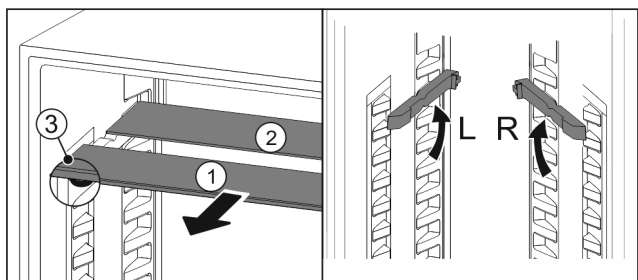

Fig. 131
- ▶ Skleněné desky jednotlivě vytáhněte dopředu Fig. 131 (1).
- ▷ Skleněná deska Fig. 131 (1) s ozdobnou lištou leží vpředu.
- ▷ Zarážky Fig. 131 (3) směřují dolů.